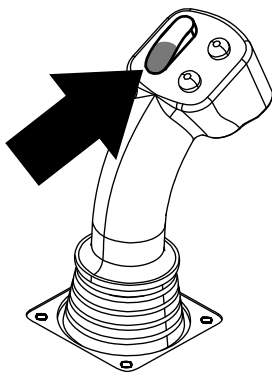

Bild 30
5. Halten Sie den unteren Teil des Kippschalters (Bild 30), bis die Nocken sich ganz nach vorne zum Gestell drehen und die Heber das verbleibende Rohr in den Rohrkasten hebt (Bild 31).